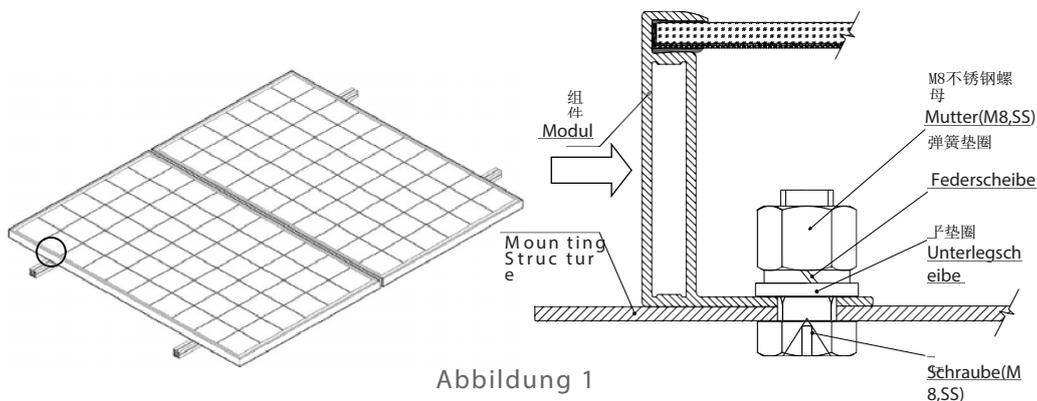

Abbildung 1
- **Montagelochsystem** : Verwenden Sie korrosionsbeständige M8-Schrauben, um das Modul durch die Montagebohrungen auf dem Trägerrahmen zubefestigen, wie in Abbildung 1 dargestellt.